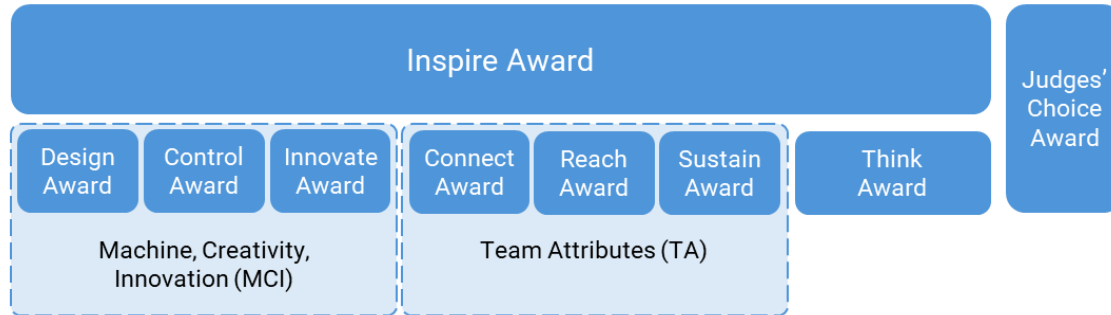

図 6-1 Award の階層 (原文 Figure 6-1)
FIRSTTech Challenge の Team Judged Award は 3 つのカテゴリーに分かれ、各カテゴリーに 1 つ以上の Award がある。Machine, Creativity, and Innovation (MCI)、Team Attributes (TA)、そして Documentation である。これに加えて、他のカテゴリーでは評価されなかった際立ったチームに Judges' Choice Award が贈られる。最も名誉ある総合の Award は Inspire Award である（図 6-1）。